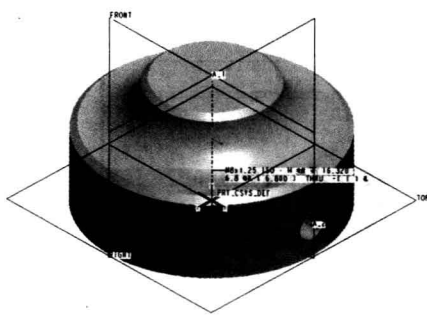

图 1.18 “等轴测”示意
- ① 等轴测: 即以等轴测图作为默认(缺省)的视图方向, 如图 1.18 所示。